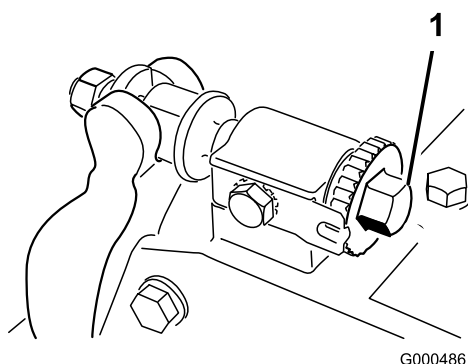
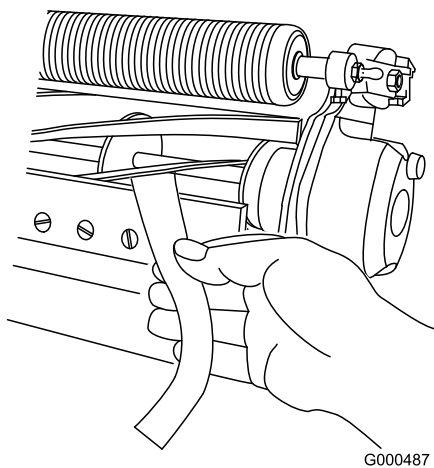

Figure 50
Figure 51
- Supprimez le contact avec le cylindre en tournant les vis de réglage de la barre d'appui dans le sens anti-horaire (Figure 50).
4. À une extrémité du cylindre, insérez une longue bande de papier journal entre le cylindre et la contre-lame (Figure 51). Tout en tournant lentement le cylindre en avant, tournez la vis de réglage de la barre d'appui dans le sens horaire (du même côté du cylindre) (Figure 50), un cran à la fois, jusqu'à ce que le papier soit pincé légèrement lorsque vous l'introduisez par l'avant, parallèle à la contre-lame. Vous devriez sentir une légère résistance lorsque vous tirez sur le papier.
6. Vérifiez ensuite si le cylindre peut saisir le morceau de papier inséré par l'avant et le couper lorsqu'il est inséré perpendiculairement à la contre-lame (Figure 51). Normalement, le papier doit être coupé avec un minimum de contact entre la contre-lame et les lames du cylindre. Si le cylindre semble frotter de façon excessive il faudra peut-être roder ou affûter les lames pour obtenir les tranchants nécessaires à une tonte de précision (voir le manuel d'affûtage Toro).